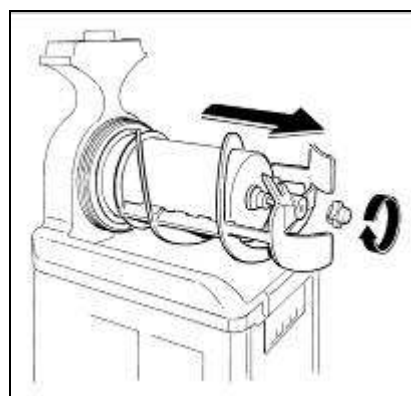

Fig. 9
- **D**estornille el pomo de fijación en el sentido de la flecha (rosca izquierda) y proceda a sacar el grupo de mezcla y de las empaquetaduras de cierre (Fig.9).